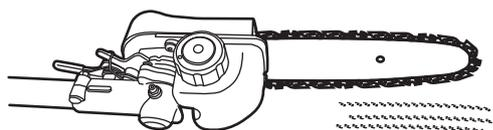

Fig. 10c
- Démarrer le moteur, le laisser tourner à puissance moyenne, puis vérifier si la chaîne est lubrifiée, comme le montre la figure (voir Fig. 10c).